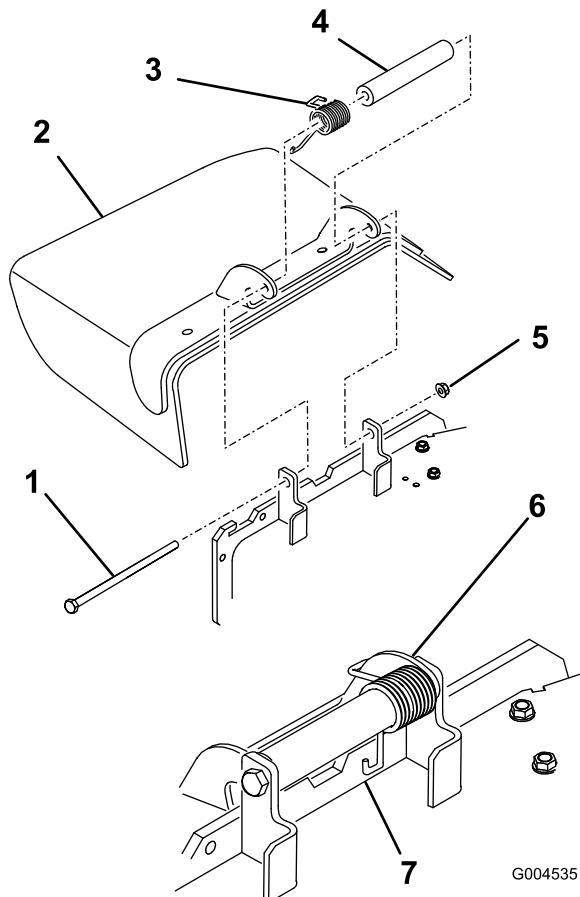

Figura 61
1. Togliete il dado di bloccaggio, il bullone, la molla e il distanziale che fissano il deflettore alle staffe orientabili del tosaerba (Figura 61). Togliete il deflettore dell'erba tagliata se è danneggiato o consumato.
Nota: Verificate che l'estremità a della molla si trovi dietro il bordo del piatto di taglio prima di montare il bullone, come illustrato nella Figura 61.
3. Montate il bullone e il dado. Infilate l'estremità della molla attorno al deflettore dello sfalcio (Figura 61).